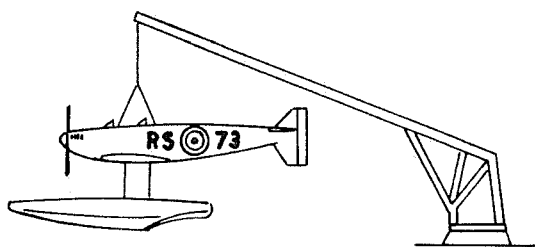

Fig 1
Un détail non donné par la fiche Heller concerne l'hydravion, que vous peindrez avec l'Humbrol HX5 (Light Aircraft Grey). Vous pourrez ajouter les cocardes, ainsi que l'immatriculation RS 73 de chaque côté du fuselage (Fig. 1) ainsi que les cocardes dessus et dessous les ailes.
Enfin pour fixer l'appareil, forez deux trous de 1 mm. à l'emplacement du pilote et de l'observateur, dans lesquelles vous collerez deux morceaux de cheveux qui viendront en contact avec l'extrémité de la grue (20) (Fig.1).